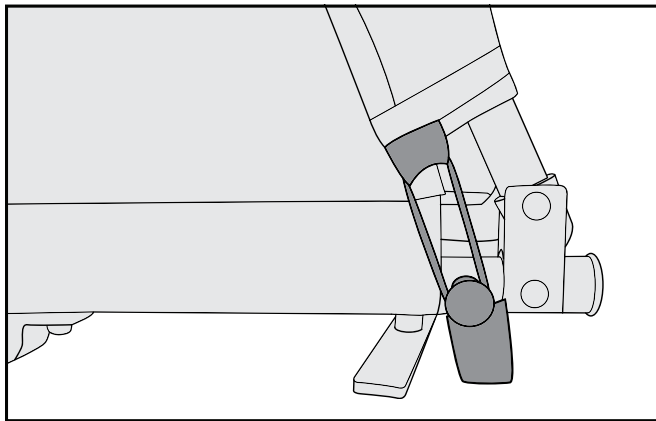

Figure 11
2. On trailer rear, hook elastic on cover rear over side knobs. (Figure 11)
2. Sur l'arrière de la remorque, crochetez les élastique de l'arrière de la capote sur les boutons latéraux. (Figure 11)
2. Haken Sie an der Rückseite des Anhängers die Elastisch an der Rückseite der Abdeckung über die seitlichen Knöpfe. (Abb. 11)